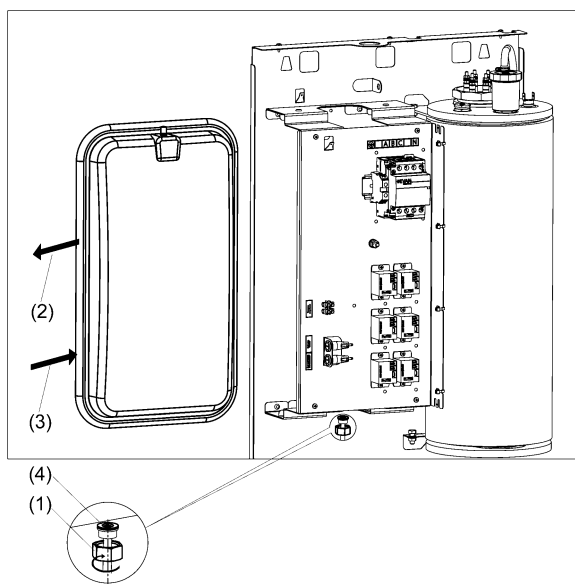

Рисунок 12. Замена расширительного бака
- (1) Открутите гайку, соединяющую бак и трубопровод подачи теплоносителя (см. рис. 12).
- (2) Извлеките бак из корпуса прибора.
- (3) Установите новый бак взамен прежнего.
- (4) Используйте новую уплотнительную прокладку.
- (5) Проверьте давление воздуха в расширительном баке. Давление воздуха должно быть в диапазоне (1,0÷1,5) бар. При необходимости отрегулируйте давление до нормы.
- (6) Закрутите гайку соединяющую напорный трубопровод подачи и бак. Выполните проверку герметичности соединения.